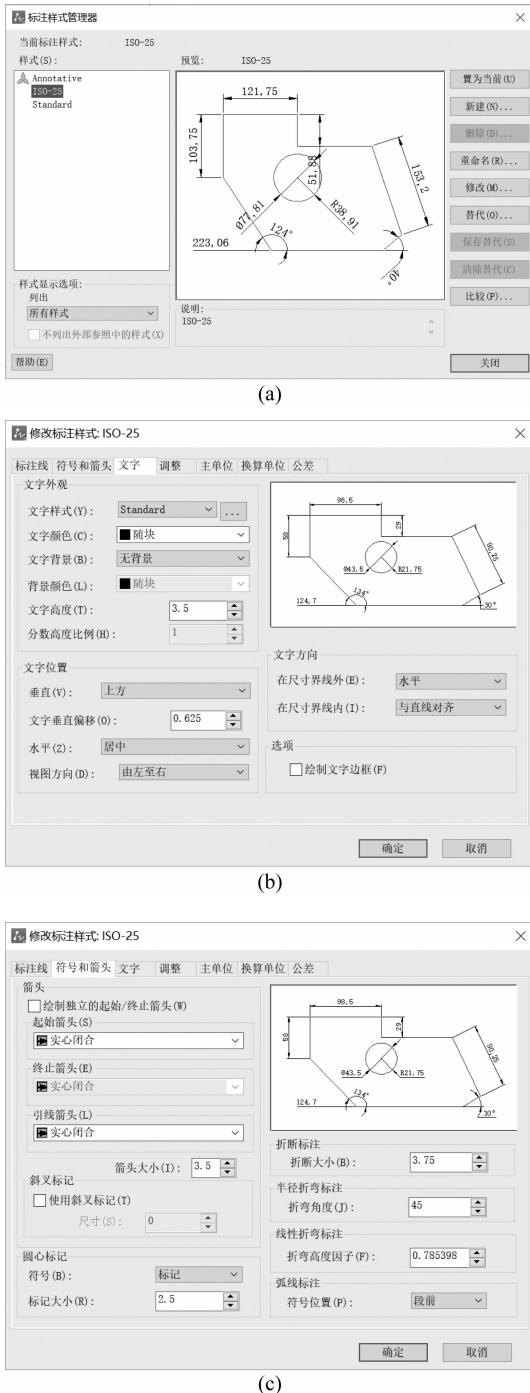

图 1-11 尺寸标注样式设置
“标注样式管理器”对话框如图1-11(a)所示,样式(S)选择“ISO-25”,再单击“修改”按钮,弹出“修改标注样式:ISO-25”对话框。
(1)在图1-11(b)所示的“文字”选项卡中修改文字设置。
①“文字样式(Y)”:依旧选择“Standard”(同文字样式设置当前样式名一致)。
②“文字高度(T)”:可选择“3.5”(如果图形特别大的,可以返回此处修改)。
③“文字位置”:“垂直(V)”选择“上方”,“水平(Z)”选择“居中”(符合国标规定的尺寸数字在尺寸线上方,水平方向字头朝上,垂直方向字头朝左)。
④“文字方向”:“在尺寸界线外(E)”选择“水平”(可以看到预览图中的直径与半径的标注,如果不想要水平效果,可选择“与直线对齐”),“在尺寸界线内(I)”选择“与直线对齐”。
(2)在图1-11(c)所示的“符号和箭头”选项卡中修改箭头设置。此处只需选择“箭头大小”,一般设置为与文字高度一致。
设置完成后单击“确定”按钮,返回到图 1-11(a)所示对话框,此时可以单击“替代(O)”按钮,也可以直接单击“关闭”按钮。